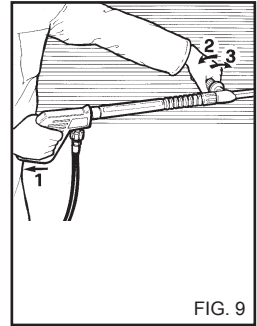

FIG. 9
**USO DELLA LANCIA DOPPIA (fig. 9).**